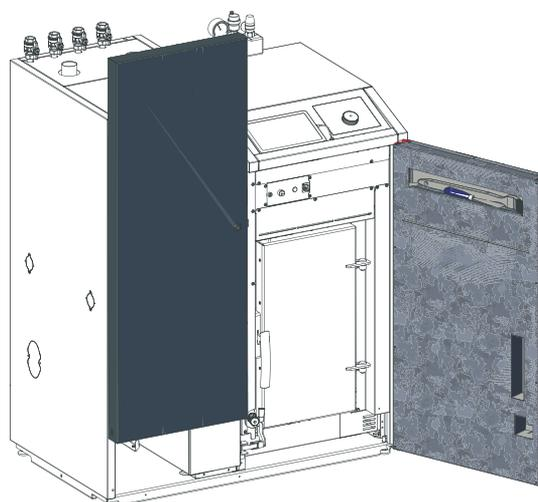

Fig. 31 Ouvrir la porte de revêtement droite
- ▶ Ouvrir la porte de revêtement droite – Fig. 31.